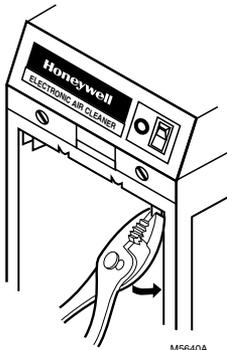

Fig. 6. Sertir l'extrémité du guide du préfiltre non utilisé.
- Fixer l'autre côté du boîtier sur le raccord coudé à l'aide de rivets, de vis pour tôle, ou de joints coulissants, au besoin. Voir Fig. 6.
- Sertir l'extrémité du guide du préfiltre en aval (la plus près de l'appareil de chauffage) pour éviter d'installer le préfiltre de façon incorrecte après le nettoyage. Voir Fig. 6.